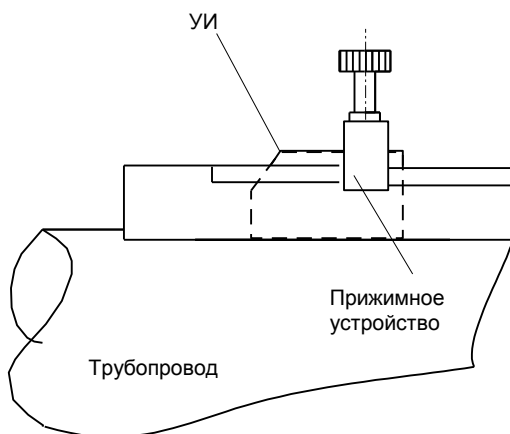

рис. 2
11.3.3. На рабочую поверхность излучателя УИ1(+V) нанести слой смазки толщиной  $(0,5 \div 1,5)$  мм и вставить его в установочный профиль (стрелка на излучателе должна совпадать с направлением движения потока жидкости, и излучатель УИ1(+V) должен быть выше по течению, чем излучатель УИ2(-V)), плотно прижать рукой к предварительно зачищенной поверхности трубопровода и немного подвигать вперед-назад, чтобы раздавить слой смазки. Затем излучатель прижать к поверхности трубопровода прижимным устройством (см. рис. 2) так, чтобы верхний скос крышки был напротив риски на трубе.